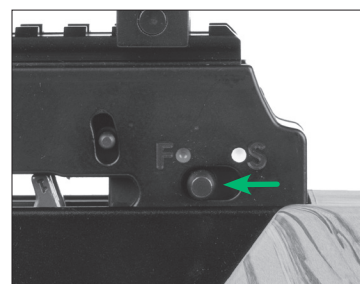

FIGURE 11
La sûreté est dégagée et l'arbalète est prête à être armée quand le cran de sûreté est passé de la position (S) (ENCLANCHÉE), sous le point blanc, à la position (F) (DÉGAGÉE), sous le point rouge, comme illustré à la figure 11.
L'arbalète pointant dans une direction sûre et chargée d'une flèche, faites glisser le cran de sûreté (partie 2) vers l'avant jusqu'à ce que vous entendiez et sentiez le déclic du cran. La sûreté est dégagée et l'arbalète est prête à être armée ou à tirer quand le cran de sûreté est passé de la position (S) (ENCLENCHÉE), sous le point blanc, à la position (F) (DÉGAGÉE), sous le point rouge, comme illustré à la figure 11 de la page 4.